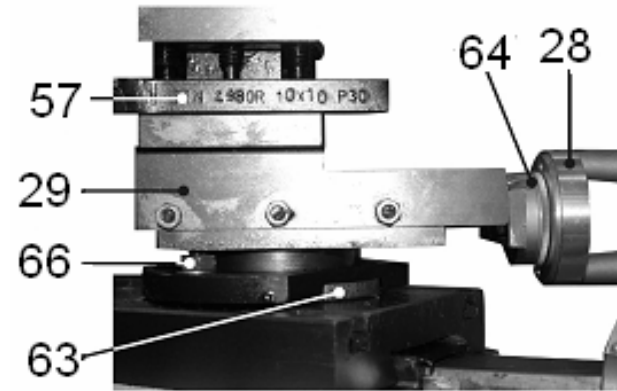

Рис. 16
10.3.6. Для выполнения конусного точения необходимо ослабить две гайки (66), установить поворотный суппорт (29) на необходимый угол по показаниям шкалы (63). Зафиксируйте положение поворотного суппорта (29) двумя гайками (66), Рис.16.
10.3.7. Конусное точение выполняется вращением маховика (28) подачи поворотного суппорта (29) для перемещения резца (57). Размер контролируется по показаниям лимба (64), (1 деление=0.025мм.), Рис.16.